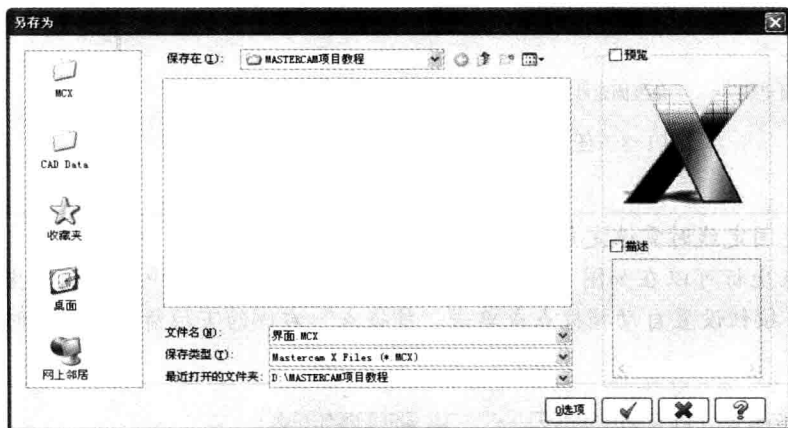
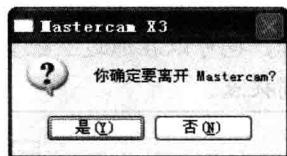

图 1-3 “另存为”对话框
图 1-4 退出提示信息
① 标题栏：显示当前文件的保存位置与名称。通过标题栏可用于检查文件保存与否及文件保存的位置。
② 菜单栏：菜单栏包括文件、编辑、视图、分析、绘图、实体、转换、机床类型、刀具路径、屏幕、浮雕、设置、帮助等菜单。MasterCAM X 的绝大多数功能均可以通过菜单栏来完成。
③ 工具栏：工具栏中的图标是菜单栏菜单项的快捷方式，有利于提高绘图速度。
④ 操作管理区：该区域包括“刀具路径管理器”、“实体管理”和“浮雕”三个选项卡，分别用于刀具路径、实体和浮雕创建过程中各种信息的显示与操作。
⑤ 绘图区：创建图形的区域。
⑥ 属性工具栏：主要用于绘图状态的设置。主要包括 2D/3D 转换、屏幕视角、绘图平面、Z 轴高度、颜色、层别、属性、点类型、线型、线宽、WCS、群组、状态栏设置和状态栏帮助等内容。
(2) 选择菜单“文件”→“保存”选项，打开“另存为”对话框，如图 1-3 所示。
(3) 在“文件名”文本框输入文件名“界面.MCX”，单击“确定”按钮 ，完成保存。
(4) 选择“文件”→“退出”选项，系统显示如图 1-4 所示的退出提示信息，提示“你确定要离开 Mastercam？”，单击“是”按钮，确定退出。